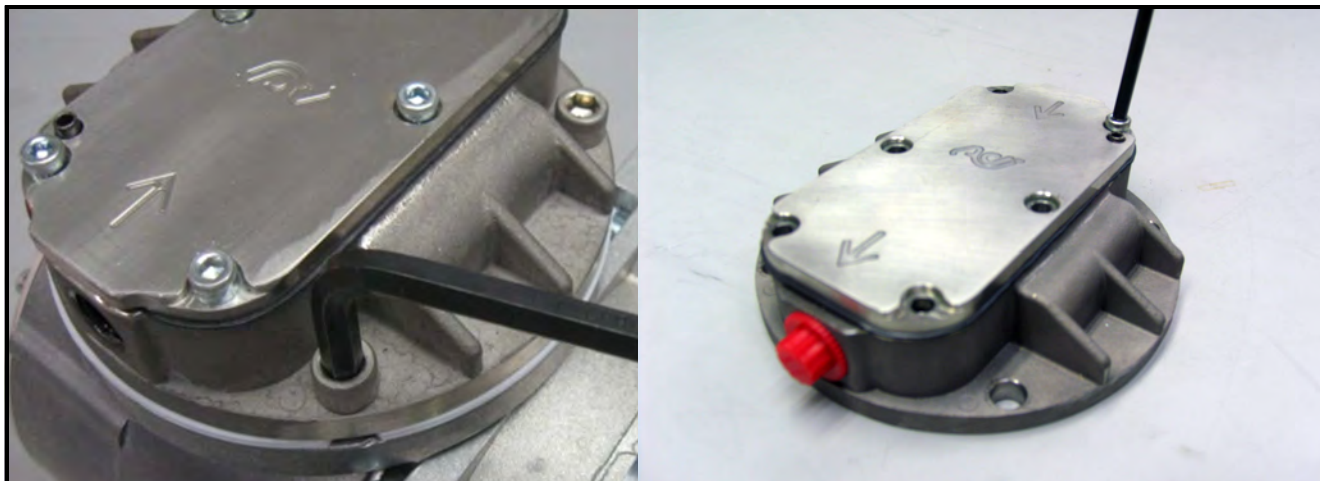

Figura 73: Removendo a seção da cabeça e parafusos cilíndricos
- a. Para mais explicações, consulte Figura 73.